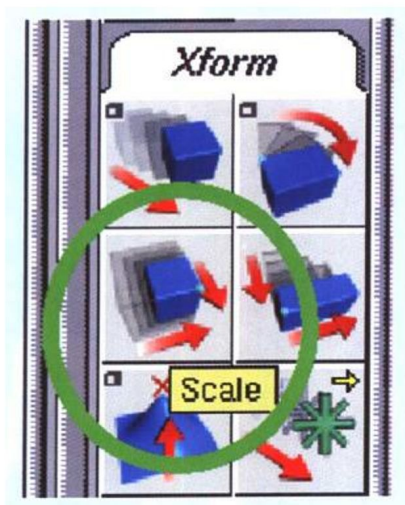

图 1-24
(1) 选择 Scale 工具 (Xform → Scale)，如图 1-24 所示。